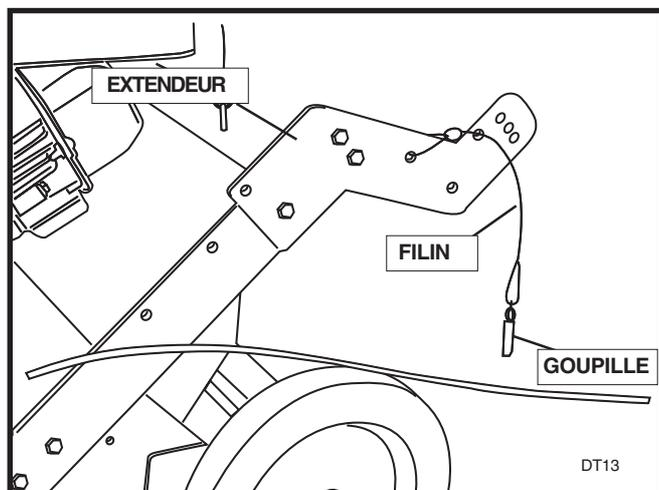

FIGURE 6
17. Installez deux extendeurs à l'extérieur de l'unité du guidon du bas. Attachez les filins aux extendeurs avec des goupilles comme indiqué sur la Figure 6.